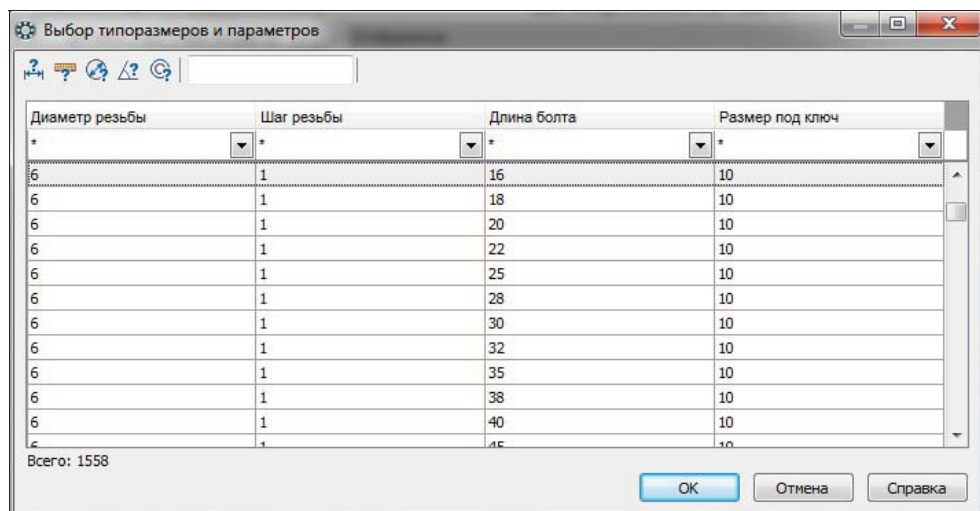

Рис. 30.18. Диалоговое окно **Выбор типоразмеров и параметров** параметра **Конструкция и размеры**
- для выбора типоразмера щелкните дважды ЛК мыши по разделу **Конструкция и размеры** — появится диалоговое окно **Выбор типоразмеров и параметров** (рис. 30.18);
- двойным щелчком мыши по пункту **Конструкция и размеры** вызовите окно **Выбор типоразмеров и параметров** (см. рис. 30.18). В окне **Конструкция и размеры** задайте следующие параметры: